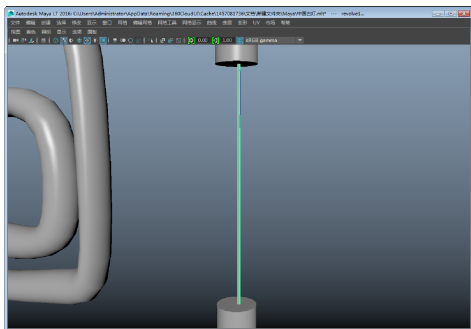

图 3-136 创建线管
- 13 然后单击【曲面】|【旋转】选项，在【轴设置】选项中选中【Y】选项，单击【旋转】按钮确定，然后根据模型对其调节，结果如图 3-136 所示。